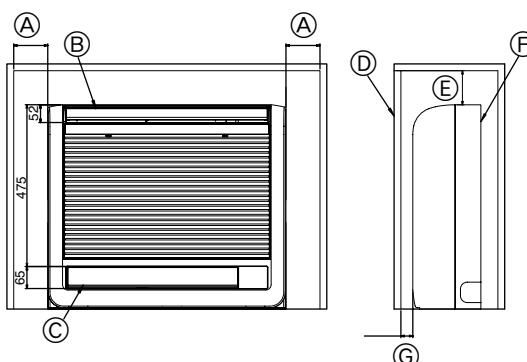

Fig. 6-1
6.1. İç ünitenin duvara gömülmesi (Fig. 6-1)
- (A) 100 veya daha fazla